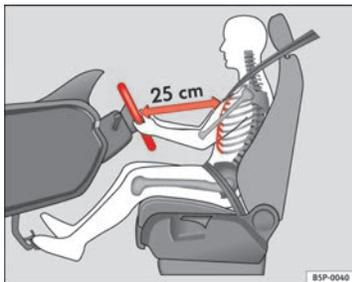
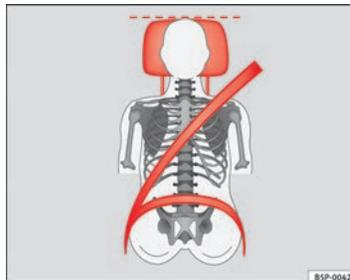

Fig. 28 La distanza corretta tra il conducente e il volante
Fig. 29 Nastro della cintura e poggiatesta posizionati correttamente.
- Regolare il volante in modo che resti uno spazio di minimo 25 cm dal torace → fig. 28 e che sia possibile prendere il volante lateralmente dal lato esterno con entrambe le mani e le braccia leggermente piegate.
- Regolare il sedile del conducente longitudinalmente in modo da poter premere a fondo i pedali con le gambe leggermente piegate e che le ginocchia restino come minimo a 10 cm dalla plancia ⇒ fig. 28.
- Regolare il poggiatesta portando il suo bordo superiore alla stessa altezza della parte superiore della testa, in nessun caso mai sotto l'altezza degli occhi. Tenere la nuca il più vicino possibile al poggiatesta ⇒ fig. 28 e ⇒ fig. 29.
Regolare la distanza tra il conducente e il volante ⇒ fig. 28 con l'aiuto dei comandi situati nel sedile del conducente ⇒ pagina 51.